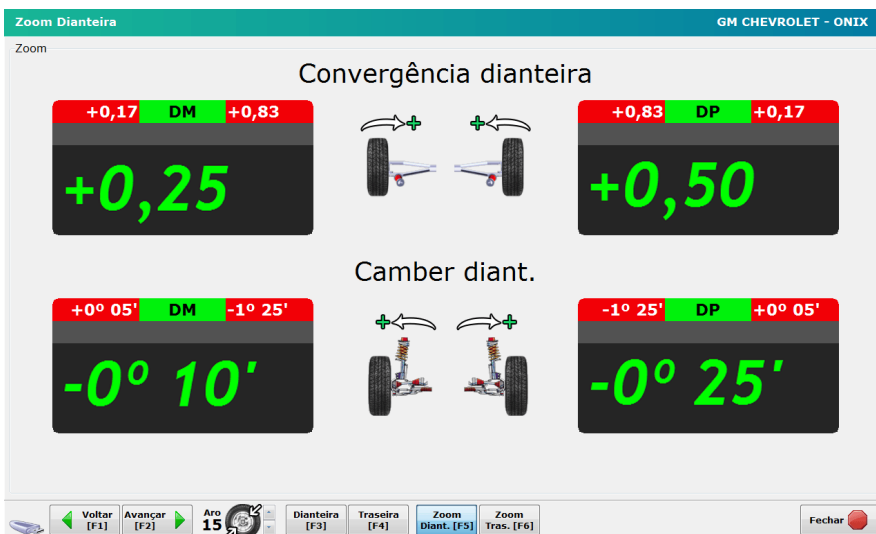

Figura 9 - zoom dianteira
- [F5] Tela de ajuste, Zoom Camber + Alinhamento Dianteiro. Figura 9.
Coloque as escalas de correção do volante bem encostado nas rodas traseira do veículo. Com o equipamento devidamente instalado vá até o Softeck FC e clique em Zoom Dianteira [F5], como na figura 9.
- Com o equipamento devidamente instalado vá até o Softeck FC e escolha a tela de Zoom Dianteira [F5]. Figura 9.